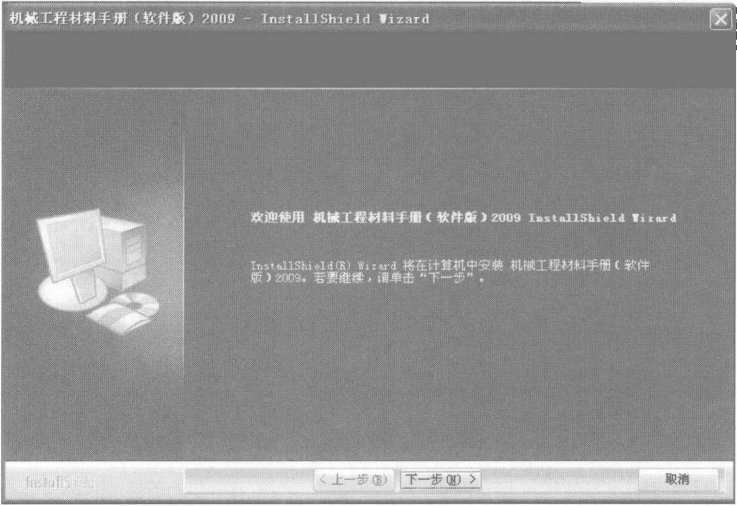

图 1-2 欢迎界面
(1) 在 CD-ROM 驱动器中放入《机械工程材料手册（软件版）2009》安装光盘。
(2) 如果系统没有自动运行安装程序，双击安装盘中的安装程序“Setup.exe”，用户首先看到的是欢迎界面，如图 1-2 所示。